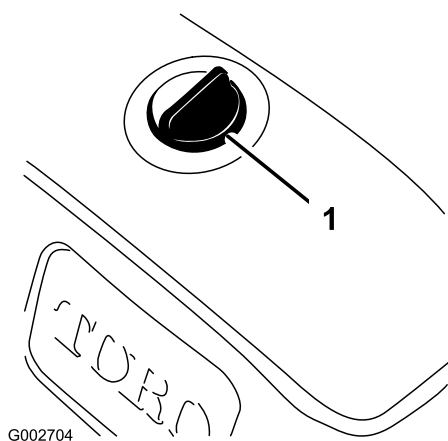

図 17
2. 異物をタンクに入れれないよう、油圧オイルタンクのキャップ取り付け部周辺をウェスできれいに拭く 図 17。